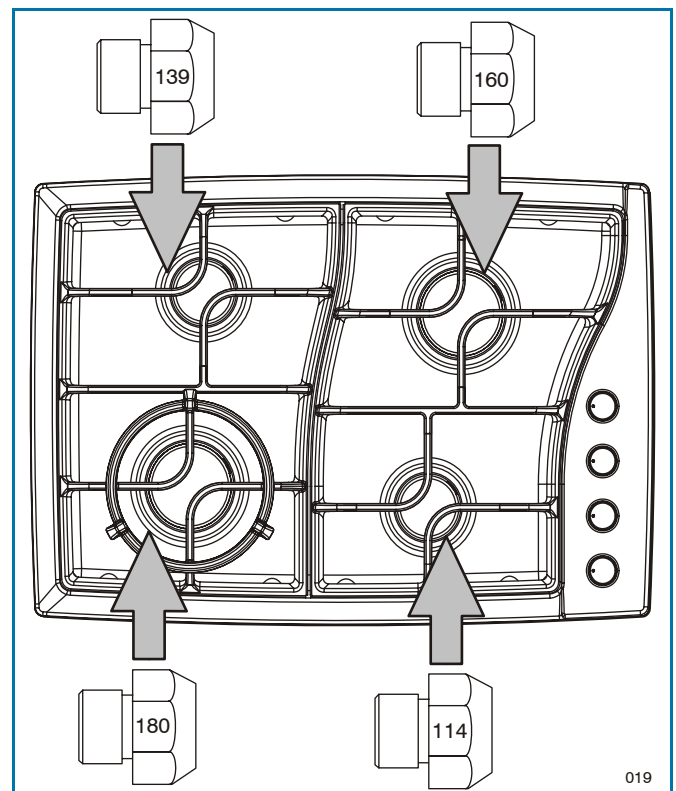

Figura 20. Modelo: 4 quemadores (ancho 30”) – Conversión GN
1. **Cambie todos los inyectores LP por inyectores NG** siguiendo los pasos que se describe en página 48. Los inyectores tienen un número grabado en el lateral: son los códigos del diámetro del orificio y los indicadores para ubicarlos correctamente, vea la figura 20 (guarde para un futuro los inyectores que ha retirado del electrodoméstico).